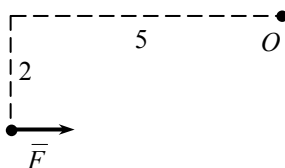

Рис. 2
2. Чему равен алгебраический момент силы $\vec{F}$ относительно точки O (рис. 2)?